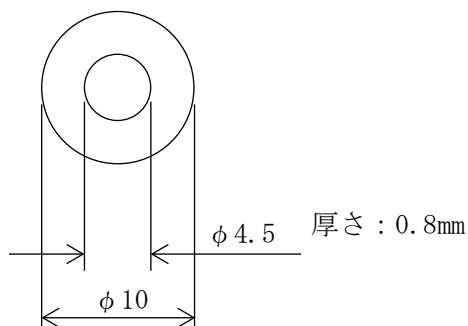

図 3-8 ワッシャー(M4 用)の寸法図
- ・ ワッシャー(M4 用) × 4 個(図 3-8 参照 お客様にてご準備ください。)